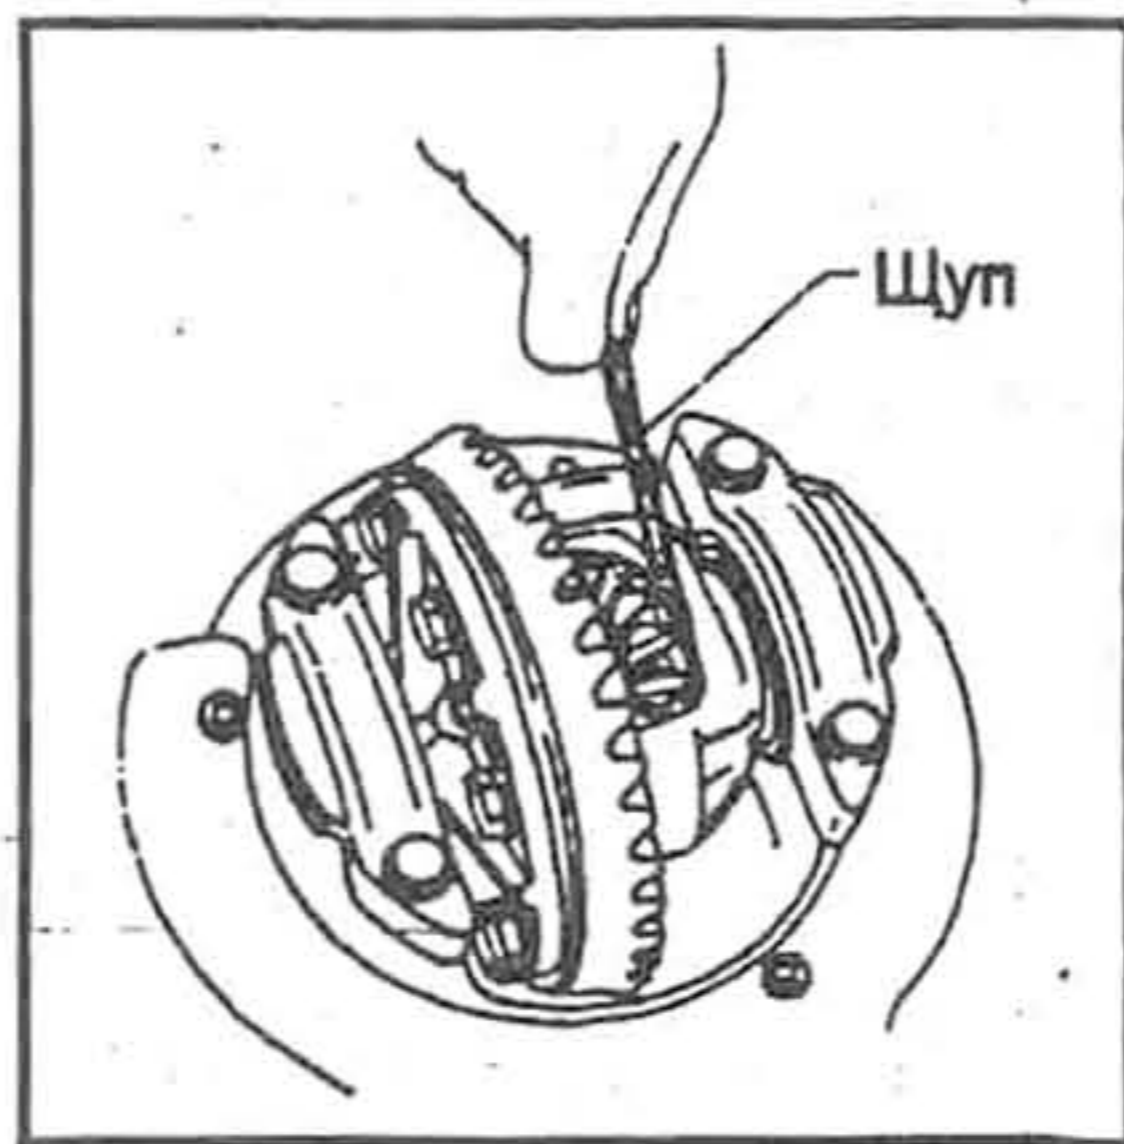

Рис. 488.
5. С помощью щупа проверьте величину зазора между боковой шестерней дифференциала и корпусом дифференциала (рис. 488). Величина зазора должна укладываться в диапазон 0,10-0,20 мм.